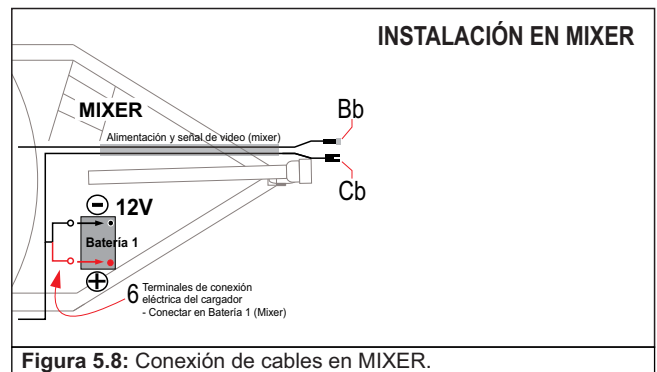

Figura 5.8: Conexión de cables en MIXER.
- Observando en la Figura 5.8, conectar **terminales (6)** en la **Batería 1** del MIXER.